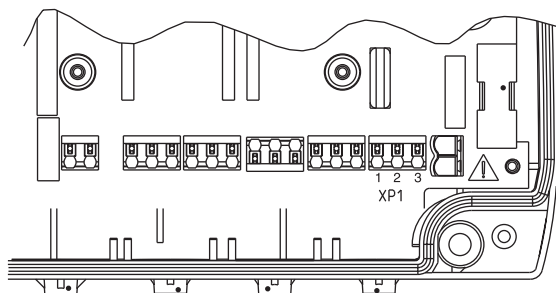

Abb. 4 Anschluss des Netzkabels
- ▶ Das Netzkabel an den Klemmen XP1 anschließen (siehe Abb. 4 „Anschluss des Netzkabels“).